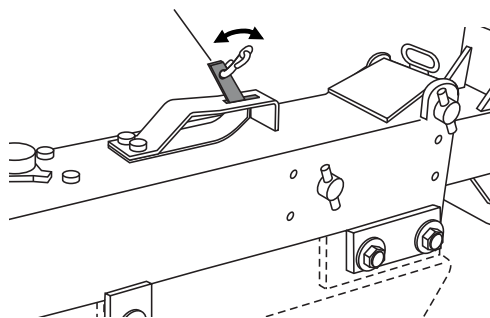

Figura 39. Palanca de freno de emergencia del remolque
8. Verifique los frenos moviendo hacia delante la palanca de paro de emergencia (Figura 39), hasta que se asegure en la ranura de la segunda posición. Intente girar las llantas hacia adelante.